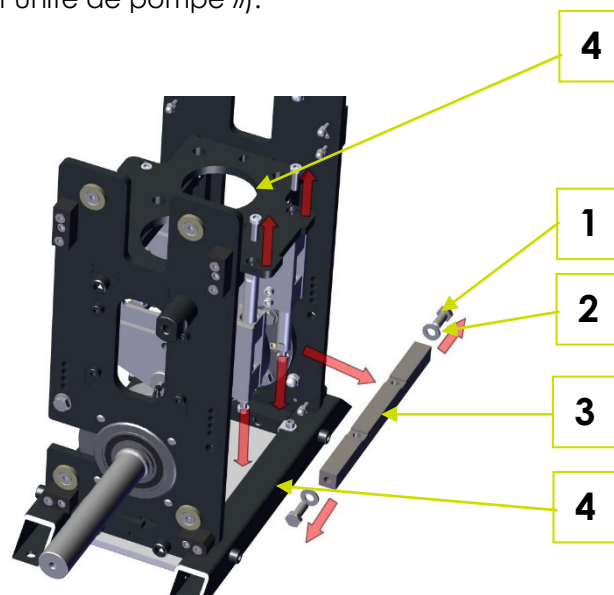
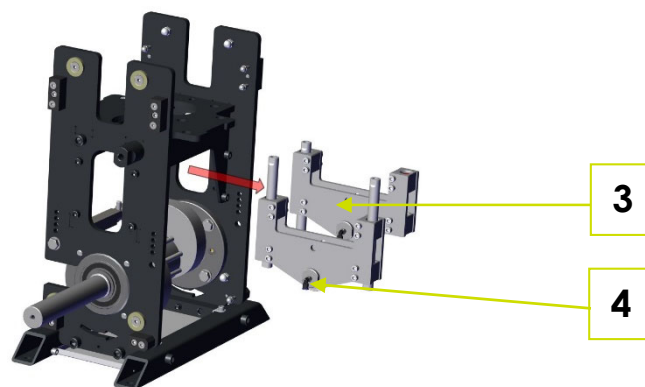

Fig. 7-3: Démontage du sous-ensemble Unité de guidage
Fig. 7-4: Démontage de l'unité e guidage 2
Monter l'unité de guidage (6) (Fig. 7-4 : Démontage de l'unité de guidage 2) et l'axe de transmission de la force transversale (3) (Fig. 7-3 : Démontage du sous-ensemble Unité de guidage) en serrant les vis à la main.
Couple de serrage M8x30 (4) 16 Nm avec frein filet Weicon AN305-42 en supplément, M10x25 (2) 32 Nm (Fig. 7-3 : Démontage du sous-ensemble Unité de guidage)